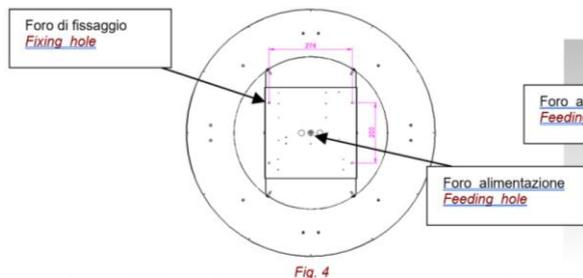
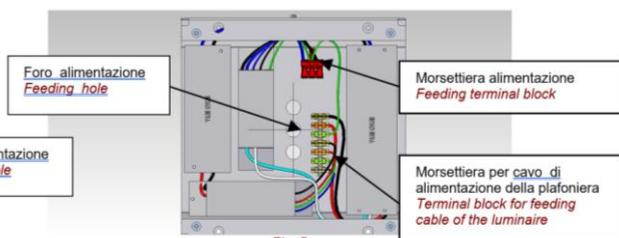

Fig. 4
Fig. 5
2. Realizzare n.4 fori al soffitto, in corrispondenza dei fori sul rosone tondo, utilizzando un tipo di tassello idoneo al soffitto presente. Il tassello deve essere di almeno da 6mm. (Fig.4)
3. Quindi fissare la piastra di copertura del rosone, con i 4 distanziali installati, al soffitto facendo passare il cavo di alimentazione per il foro centrale. (Fig.5)
5. Una volta passato il cavo di alimentazione attraverso il foro della copertura (Fig.4). Collegare il cavo di alimentazione alla morsettiera "per cavo di alimentazione" (Fig.5)
2. Make nos. 4 holes on the ceiling, corresponding to the holes on the round electrified rose, please use a screw anchor suitable for that kind of ceiling. The screw anchor must be at least 6 mm thick. (Fig.4)
3. Fix the covering plate of the ceiling rose, with 4 white spacers installed, directly to the ceiling, the cable must get through the central holes.(Fig.5)
5. Pass the cable though the hole on the cover of the ceiling round rose (Fig.4) and connect the feeding cable to the terminal block "for feeding cable" (Fig.5) according to the numbering of the